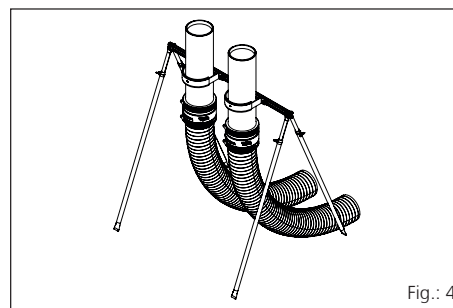

Fig.: 4
- 4** A continuación, la manga de pared revestida de cemento se puede fijar en la posición deseada con el dispositivo KES FUBO-FIX AV o con el dispositivo de ajuste de obra y hormigonar (véase la fig.: 4).